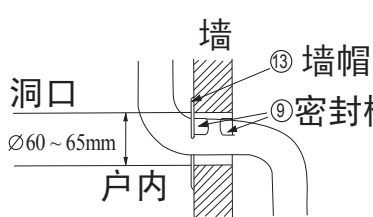

图29
- 2 用附件 ⑬ 墙帽及附件 ⑨ 密封橡皮泥来整理墙上的洞，如图29、图30。